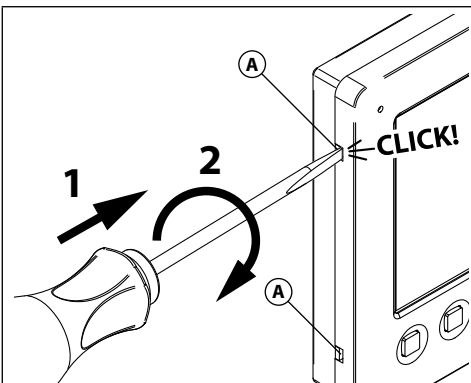

Fig. 1
1. Pour installer l'interphone vidéo il faut l'ouvrir en séparant la base du couvercle qui contient toute son électronique : introduisez la pointe d'un tournevis plat de 5,5 mm dans la clip (A), après tournez-le dans le sens inverse des aiguilles d'une montre jusqu'à que vous écoutez un « **CLIC!** ». Répétez la même opération avec l'autre clip comme indiqué sur la **Fig. 1**.